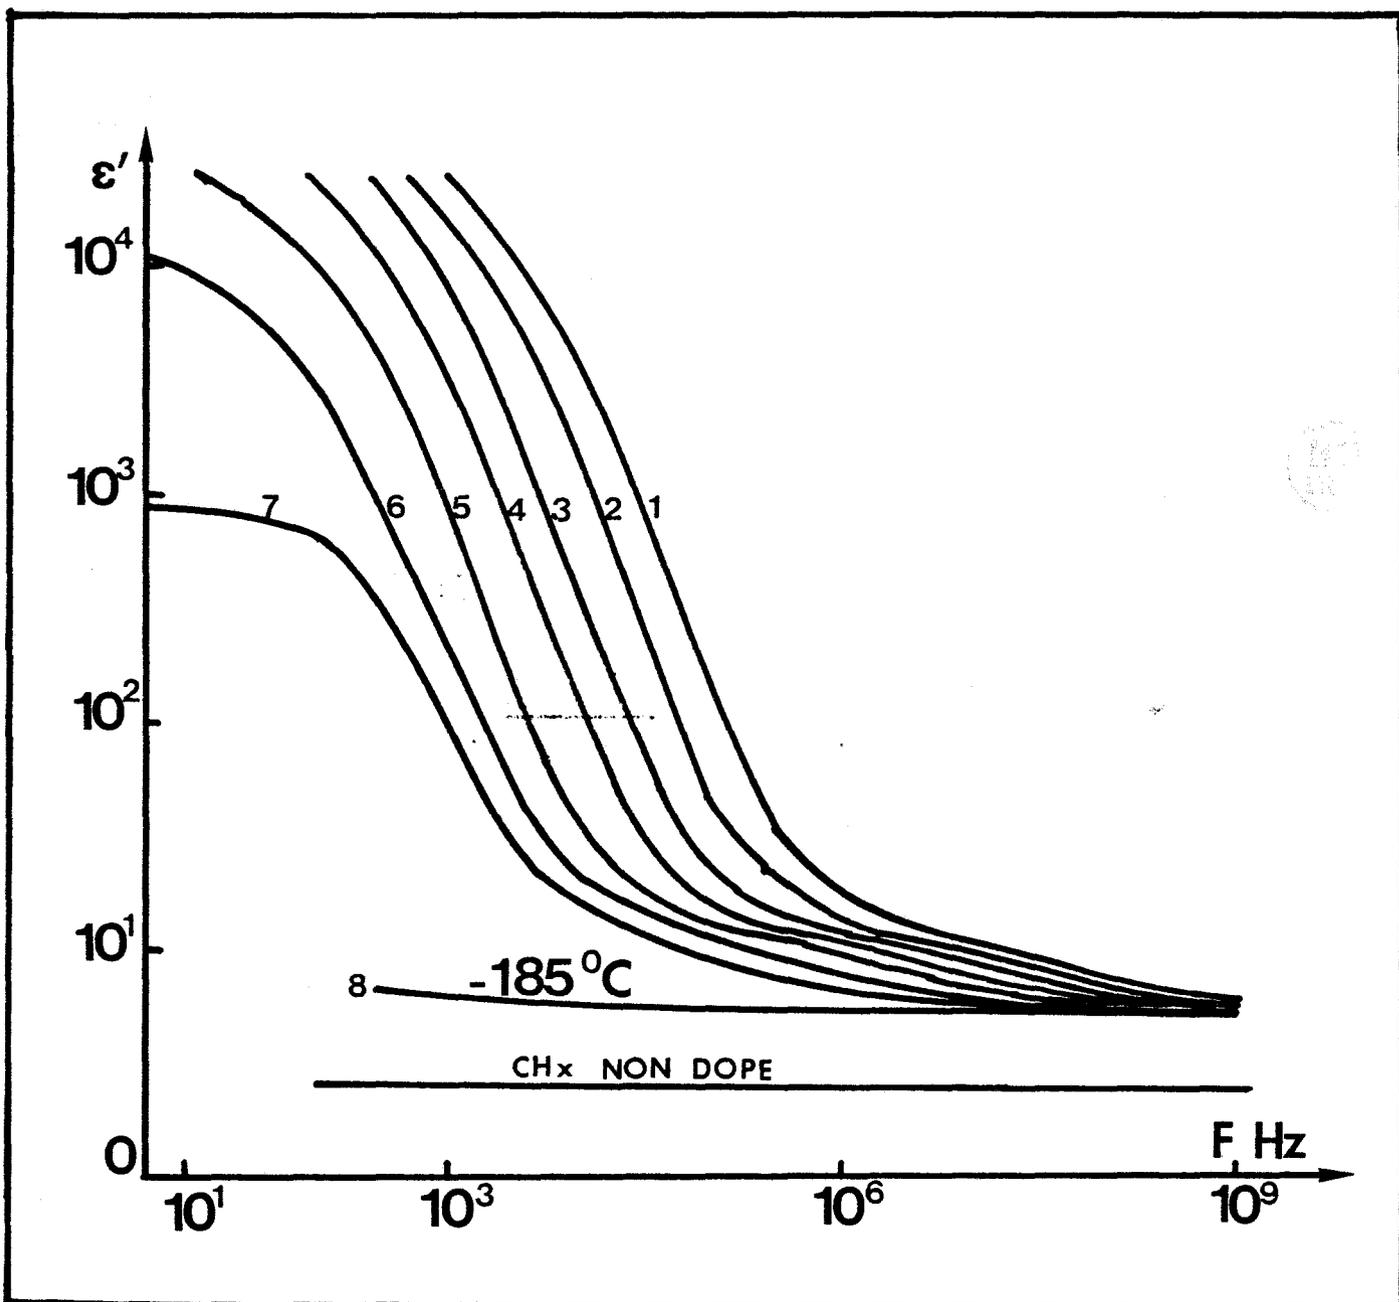

FIGURE F.3.4
- Figure F.3.4. Permittivité d'un échantillon dopé à l' InCl_3